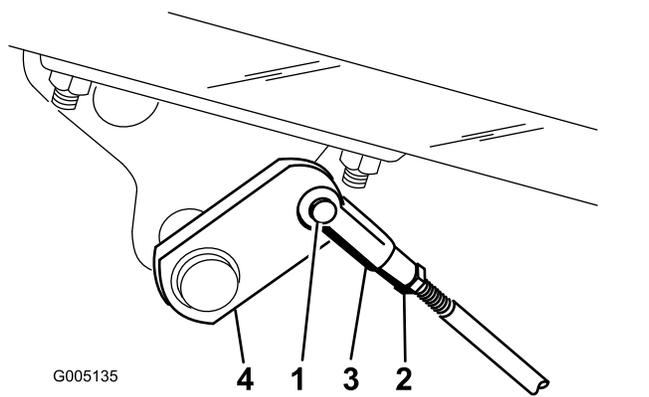

Рисунок 45
- A. Отсоедините штоки регулировки тормозов, сняв шплинт и шплинтуемый штифт (Рисунок 45).
- B. Отпустите контргайку и отрегулируйте вилку должным образом (Рисунок 45).
- C. Присоедините вилку к тормозному валу (Рисунок 45).